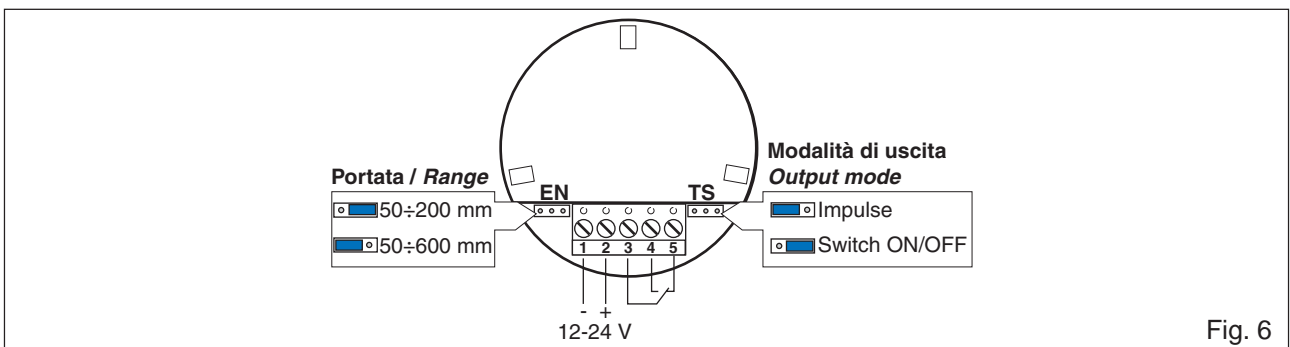

Fig. 6
Effettuare i collegamenti indicati in fig. 6.
4. Regolazioni (fig. 6)
Connect as show in fig. 6.
4. Adjustment (fig. 6)
Effectuer les raccordements indiqués dans la fig. 6.
4. Réglage (fig. 6)
Anschlüsse gemäß Abb. 6 durchführen.
4. Einstellungen (Abb. 6)